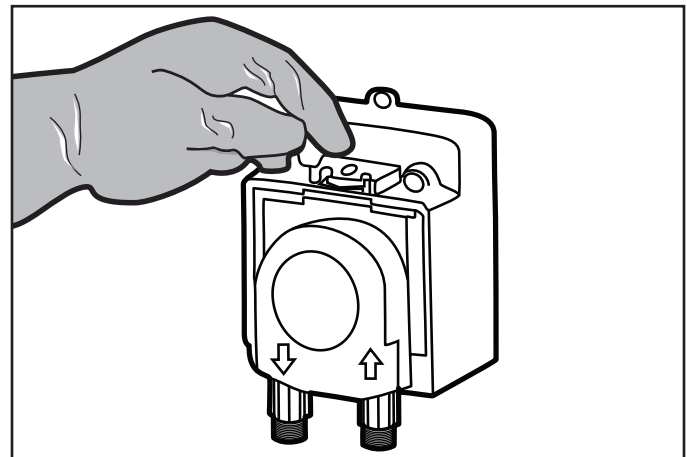

Figure 17. Déverrouiller le loquet du couvercle
2. Retirer les vis de blocage cruciformes sur le loquet. Glisser la languette verticale à 180 degrés de gauche à droite pour déverrouiller le loquet du couvercle. Se reporter à la Figure 17.